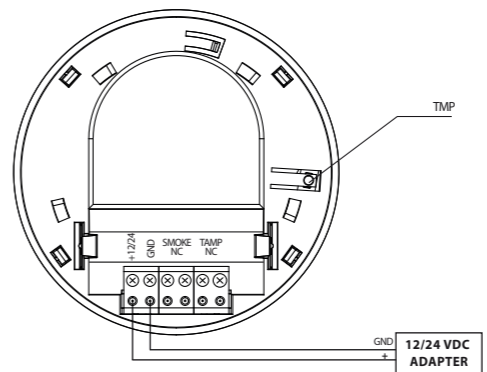
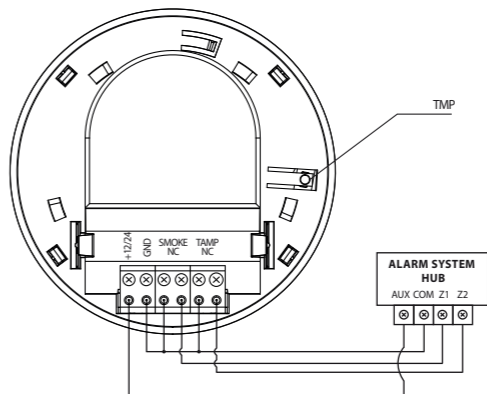

Abbildung 3 – Anschließen der DC Spannungsversorgung.
Abbildung 4 – Anschließen des Fibaro Smoke Sensors zum Alarm System Hub.
- 4) Wollen Sie das Gerät mit einer DC Spannungsquelle betreiben, schließen Sie es gemäß Abbildung 3 an. Soll das Gerät mit einem Alarmsystem oder einer Feuerschutzanlage kommunizieren, schließen Sie das Gerät gemäß Abbildung 4 an.
Der Fibaro Smoke Sensor verfügt über zwei Energie-Modi. Standardmäßig wird das Gerät mit der im Lieferumfang enthaltenen Batterie betrieben. Alternativ kann es auch mit konstanter Spannungsversorgung 12 /24 VDC für +12/24- und GND betrieben werden (siehe Abbildung 3). Die Konfiguration des Energie-Modus wird automatisch durchgeführt, wenn das Gerät im Z-Wave-Netzwerk inkludiert wird. Wird das Gerät mit Batterie betrieben, kommuniziert es periodisch mit dem Z-Wave-Primärcontroller. Alarmer werden unmittelbar gesendet. Konfigurationsparameter und Assoziationsinstellungen werden automatisch zu den eingestellten Aufweck-Intervallen oder direkt per manuellem Aufwecken (3-maliges Drücken der B-Taste) weitergeleitet. Bei konstanter Spannungsversorgung werden Konfigurationsparameter und Assoziationsinstellungen bei Bedarf direkt gesendet. Das Gerät funktioniert in diesem Betriebs-Modus als Z-Wave Repeater. Umschalten zu konstanter Spannungsversorgung:
- 4) Schließen Sie die konstante Spannungsversorgung (12 / 24 VDC) gemäß Abbildung 3 an.